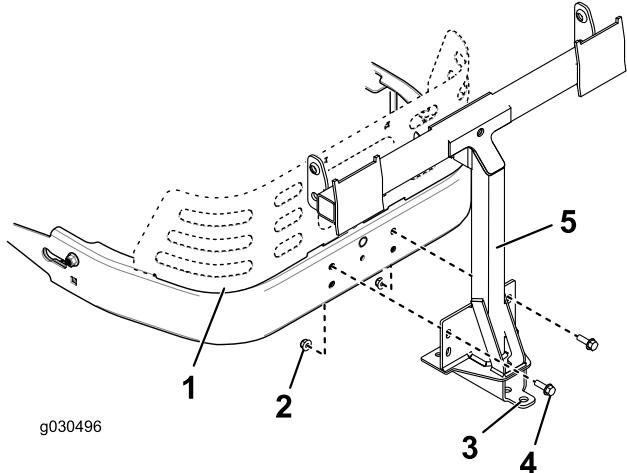

Figure 15
- Montez le cadre de pivot sur le cadre de la machine comme illustré à la Figure 15. Fixez le cadre de pivot au cadre de la machine avec 2 boulons (5/16 x 1 po) et 2 contre-écrous (5/16 po).